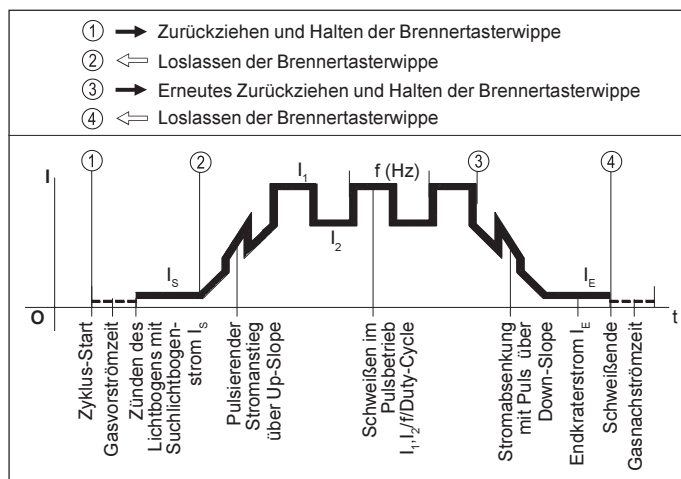

Abb. 12 Funktionsablauf im Pulsbetrieb mit TR 50mc (4-Takt)
- Die Pulsphase beginnt beim 4-Taktbetrieb im Up-Slope bereits nach dem Loslassen der Brenntaste. Wie aus Abb. 12 ersichtlich, wird in der Absenkephase gepulst.